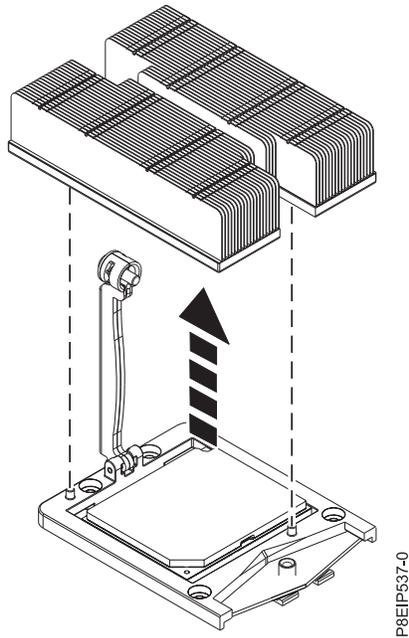

Figura 65. Removendo o dissipador de calor
5. Segure o dissipador de calor e remova-o levantando-o para cima, conforme mostrado na Figura 65 na página 59.